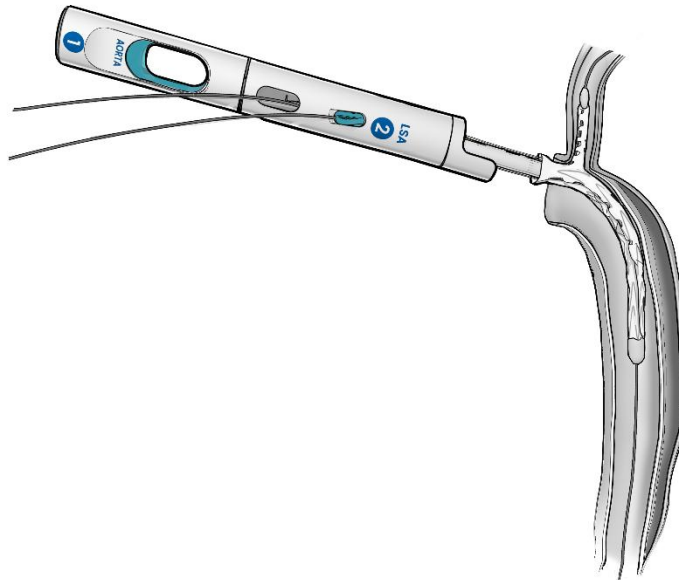

Abbildung 10. Einführen des Arcevo™ LSA in die Zielposition
- 11.3.1 Den LSA-Seitenast auf die Lage der LSA ausrichten, bevor das Arcevo™ LSA-Implantat in die durchtrennte Aorta thoracica eingeführt wird (**Abbildung 10**). Das Arcevo™ LSA-Einführsystem ist nicht dafür ausgelegt, nach dem Einführen in die Aorta gedreht zu werden.
11.3.3 Den gestenteten LSA-Seitenast über das Ostium in die LSA vorschieben. Mithilfe des Handgriffs das Einführsystem vorschieben, bis der Kragen des Arcevo™ LSA-Implantats an der durchtrennten thorakalen Aorta anliegt, der LSA-Seitenast vollständig in die LSA eingeführt ist und das Implantat entlang der äußeren Aortenkrümmung anliegt (siehe **Abbildung 10**).